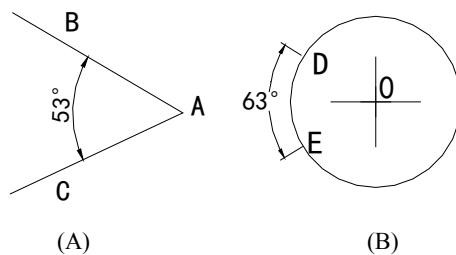

图 8-17 用 Dimangular 命令标注角度
用 Dimangular 命令标注如图 8-17 所示图形中的角度。操作步骤如下:
选择直线、圆弧、圆或 <指定顶点>:	拾取图 8-17 (B) 中 D 点